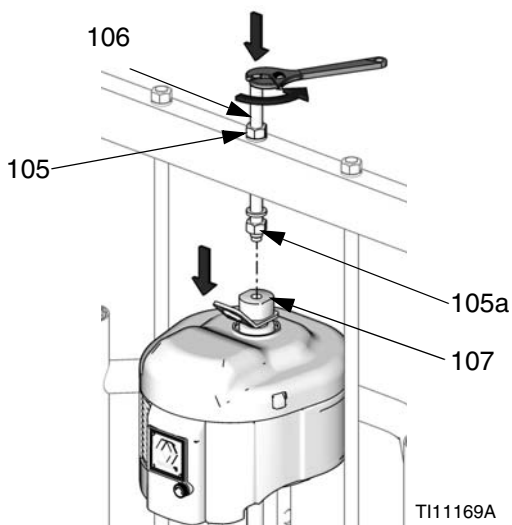

FIG. 23: NXT 2200-6500 con plato seguidor de 55 galones
- a. Para NXT 2200-6500 con plato seguidor de 55 galones (unidades de alimentación D200 de 3 pulg. y D200s de 6,5 pulg.): Afloje la tuerca (105a) bajo el travesaño. Use una llave para sujetar el adaptador del anillo de izado (107) en su sitio y afloje con otra llave la varilla roscada (106) de encima del travesaño. Vea FIG. 23.